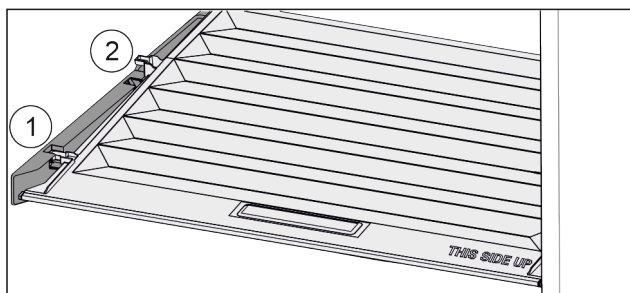

Fig. 35
- ▶ Pokrywę pociągnąć do przodu Fig. 35 (1), aż otworzy się w elementach trzymających.
- ▶ Podnieść tył od dołu i wyciągnąć Fig. 35 (2) go do góry.